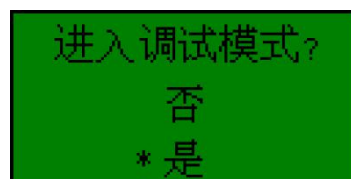

图16 进入调试
(5) 调试模式
①_x0001_ 如图16所示, 此页面用于确认是否进入手动调试电容页面。